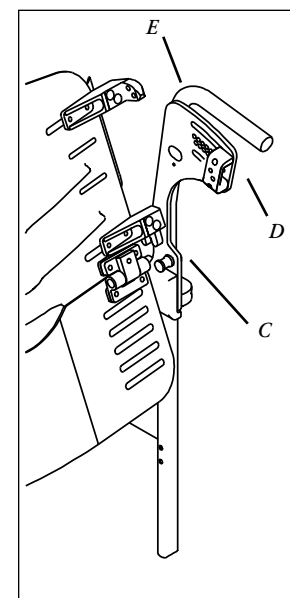

Bild 7
4. Skjut in både den vänstra och den högra låspinnen genom läget för 12 grader (F), genom sidoplattan (E), övre hållaren (A) och in i bakstyckets mottagare (D) **Bild 7**.
5. Justera bakstycket så att det sitter mitt emellan sidoplattorna (G).
6. Spänn åt den övre hållarens båda skruvar (H) medan den övre hållaren varsamt hålls inåt mot mitten av rullstolen.
7. Dra åt den nedre hållarens båda skruvar (I).